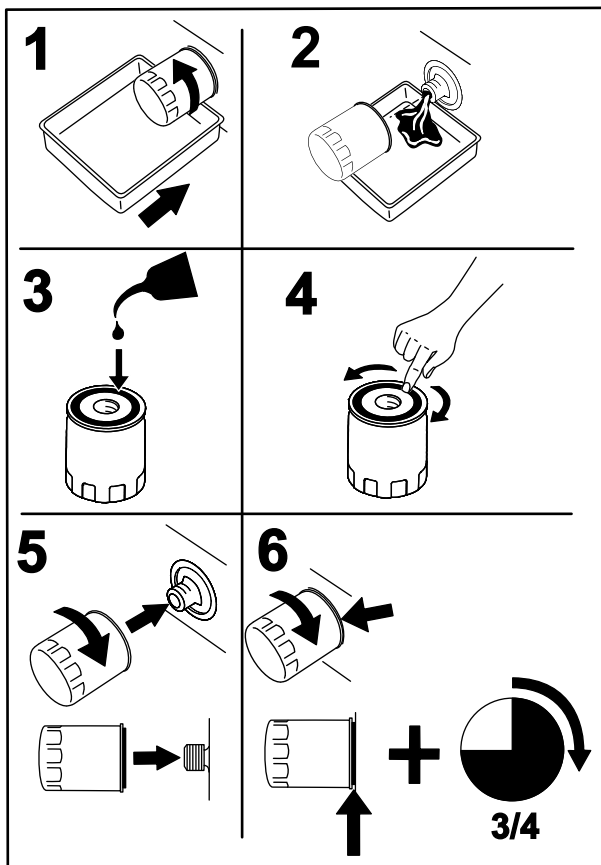

Figura 72
9. Collocate una bacinella di spurgo sotto il filtro del collettore (Figura 72).